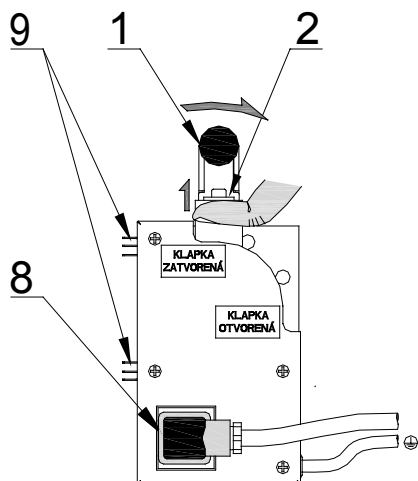
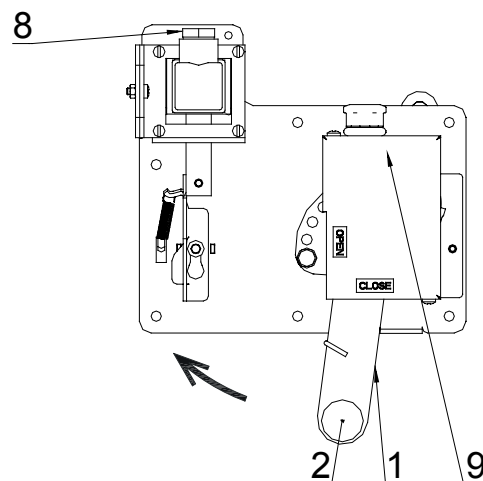

Рис.8 Ручной включающий механизм для малых пожарных клапанов
Рис.9 Ручной включающий механизм для больших пожарных клапанов
Функциональность клапана контролируется перемещением рукояти (2), после которого пружина воздействует на рукоять (1) (рис. 8 и рис. 9) из положения ОТКРЫТО в положение ЗАКРЫТО. Если клапан снабжен электромагнитом, правильность функционирования клапана проверяется посыланием сигнала магниту. После контроля включающий механизм нужно снова вручную привести в рабочее положение.